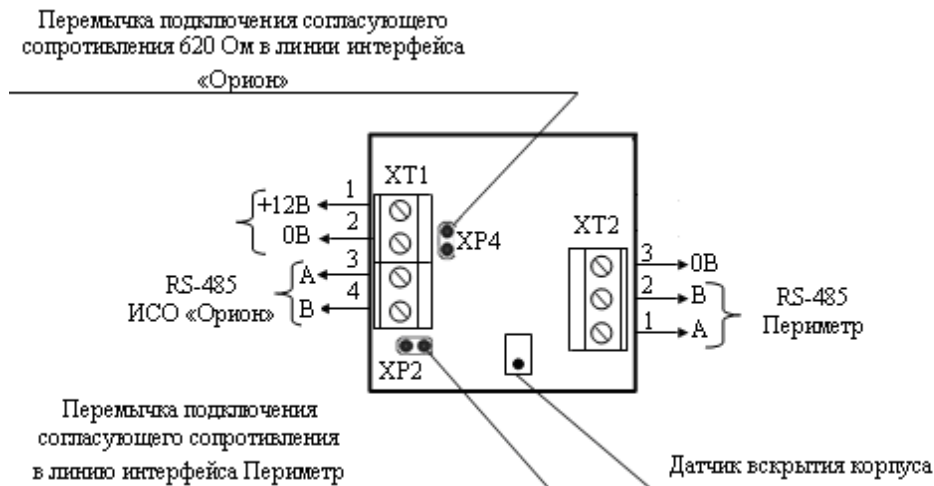

Рисунок 4. Назначение клемм и перемычек контроллера «С2000-Периметр»
4.1.1 Подключите линии A и B интерфейса RS-485 «Орион» к клеммам XT1.3 и XT1.4 соответственно (см. рис. 4). Максимальное сечение проводов 1,5 мм².
4.1.2 Если контроллер не является последним в линии интерфейса RS-485, удалите перемычку с разъёма XP4 (см. рис. 4).